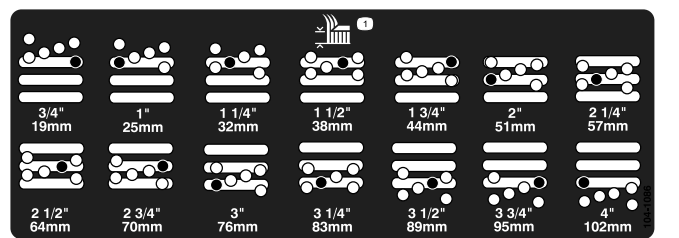

Figura 18
5. Mova a câmara para a altura de corte desejada e instale o espaçador no orifício e ranhura da altura de corte designada (Figura 18).